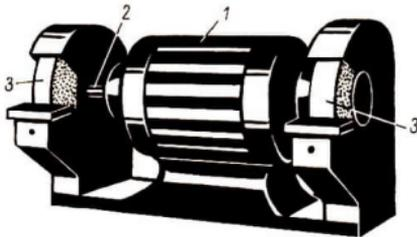

Bild 40 Schleifmaschine
Die **Schleifmaschine** (Bild 40) besteht aus dem **Motor** (1), der **Welle** (2) und den **Schleifkörpern** (3) (Schleifscheiben). Sie besitzt eine hohe Drehzahl (etwa 3000 Umdrehungen in der Minute) und darf nur von ausgebildeten Fachleuten bedient werden.